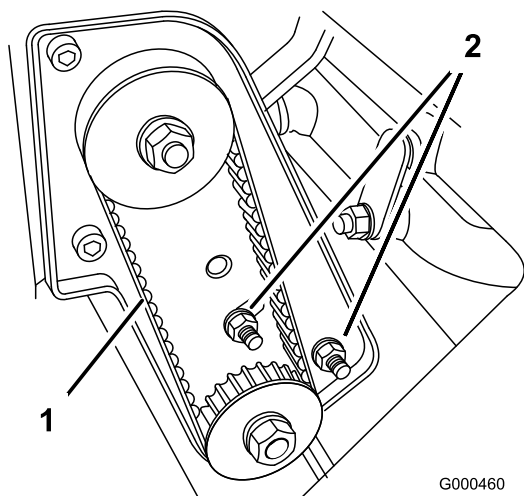

Figura 36
A. Allentate i dadi di montaggio della sede del cuscinetto (Figura 36).
C. Serrate i dadi di montaggio della sede del cuscinetto (Figura 36). Non tendete eccessivamente la cinghia.